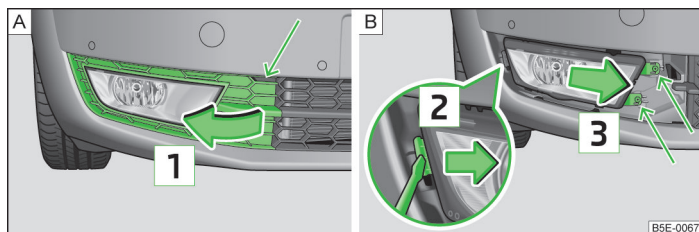

Fig. 226 Paraurti anteriore: smontaggio griglia di protezione/fendinebbia
- Allentare la griglia di protezione nell'area della freccia » fig. 226 - **A** utilizzando la staffa per estrarre i copiruota integrali » **pagina 248, Attrezzatura di bordo.**
- Svitare il fendinebbia » fig. 226 - **B** utilizzando il cacciavite presente nell'attrezzatura di bordo.
- In caso di successivo montaggio inserire il fendinebbia nel senso contrario a quello indicato dalla freccia **3** » fig. 226 e avvitare in maniera decisa.